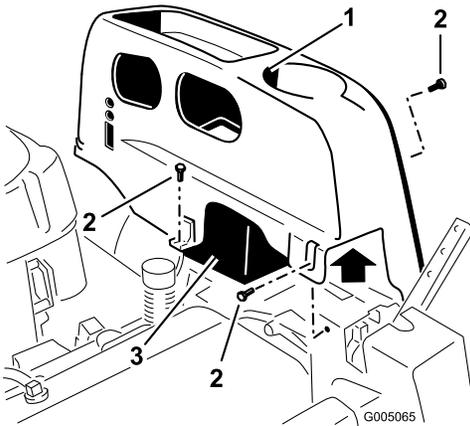

Bild 19
2. Nehmen Sie die TORX® Kopfschrauben (25) ab, mit denen die linke Abdeckung am Rahmen befestigt ist, wie in Bild 19 dargestellt.